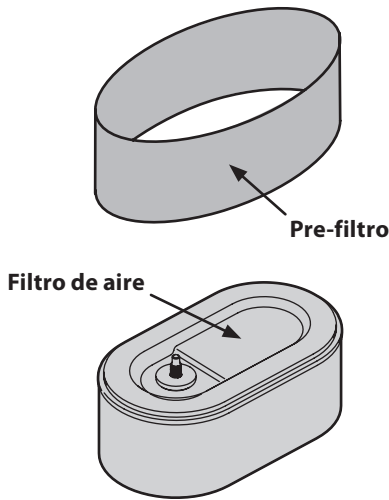

Figura 6-6
- Quitar la espuma pre-filtro de aire de todo el papel de filtro. Vea la Figura 6-6. Sustituya el elemento de papel cuando sucio o dañado. Limpia el elemento de espuma o sustituya cuando dañado.